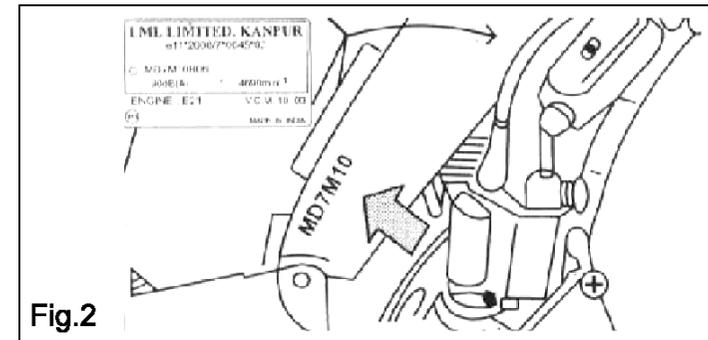

Fig.2
Die Rahmennummer ist hinten an der rechten Rahmenseite eingestanzt (Abb. 2).
**Das Schild mit der Fahrzeug-Identifikationsnummer ist am Rahmen vernietet (Abb. 2)**